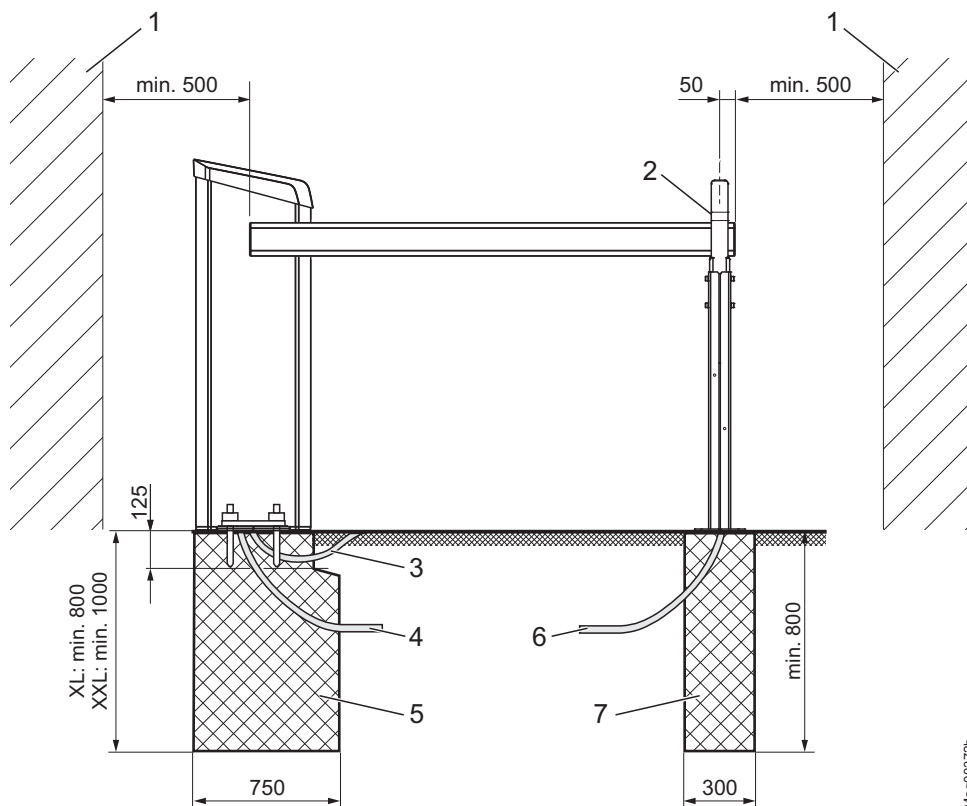
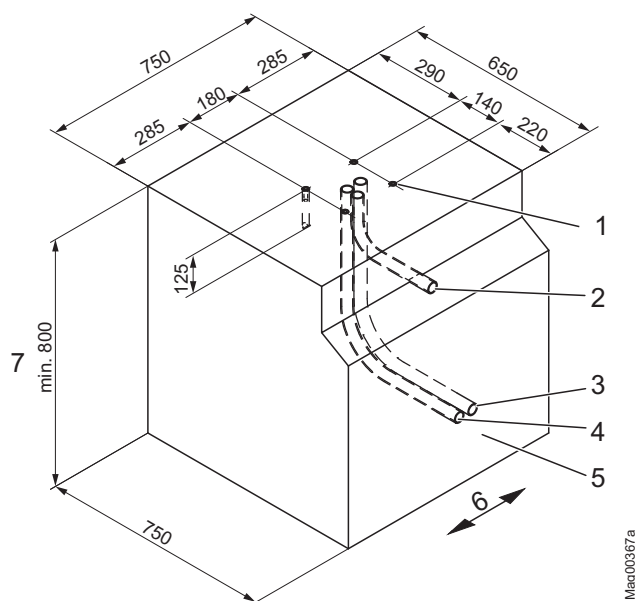
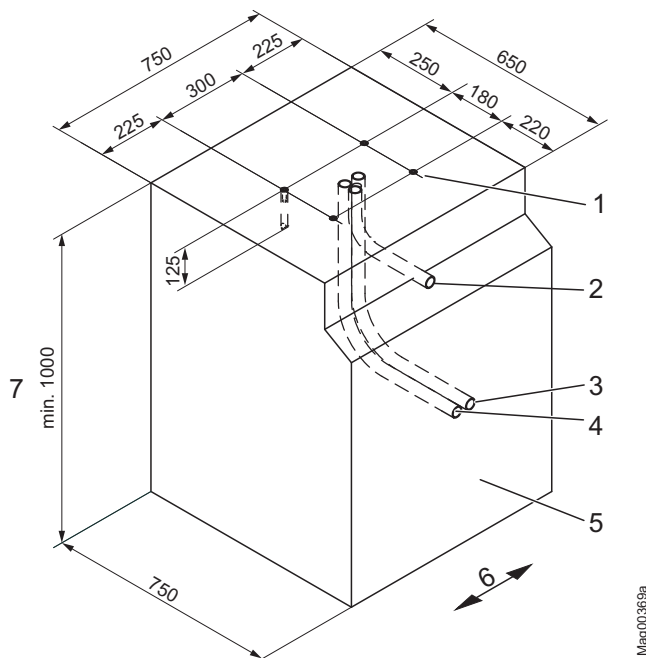

Fig. 11: Montering av bomanlegg (mål i mm)
Fig. 12: Fundamentplan Access XL, mål i mm
Fig. 14: Fundamentplan Access XXL, mål i mm
Fare for å klemme og skjære seg ved for liten sikkerhetsavstand mellom bommen og andre objekter! En bom som holder på å stenge eller åpne, kan ved for liten sikkerhetsavstand til andre objekter føre til alvorlige klemming eller personskader! Derfor: – Mellom bommen og andre objekter som vegger, mur eller hus må det overholdes en sikkerhetsavstand på minst 500 mm. → Se side 23, kapittel 2.7. – Monter og installer bomanlegget i henhold til Fig. 11.
→ Se side 44, Fig. 11.
→ Se side 44, Fig. 11 til og 46, Fig. 12.
→ Se side 46, Fig. 12.
1. Grav et fundament hull i henhold til Fig. 11 og Fig. 12.
3. Legg tomrør i fundamenthullet i henhold til Fig. 12.
5. Fyll fundamentet med betong i henhold til Fig. 12.
→ Se side 44, Fig. 11 og side 48, Fig. 14.
→ Se side 48, Fig. 14.
1. Grav et fundamenthull i henhold til Fig. 11 og Fig. 14.
3. Legg tomrør i fundamenthullet i henhold til Fig. 14.
5. Fyll fundamentet med betong i henhold til Fig. 14.